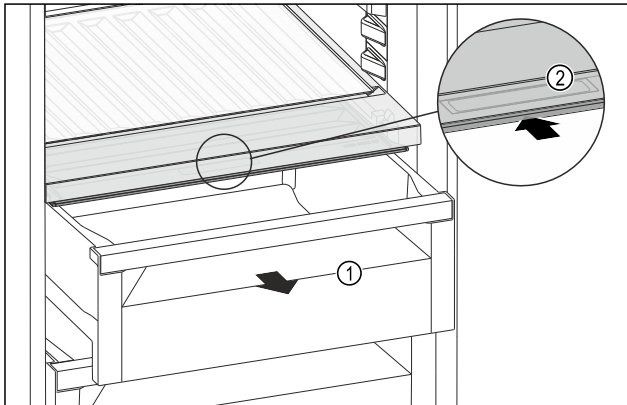

Fig. 89
- Estrarre il cassetto Fig. 89 (1).
- Afferrare la maniglia incassata Fig. 89 (2) sul coperchio dello scomparto e spingere allo stesso tempo all'indietro il coperchio dello scomparto.